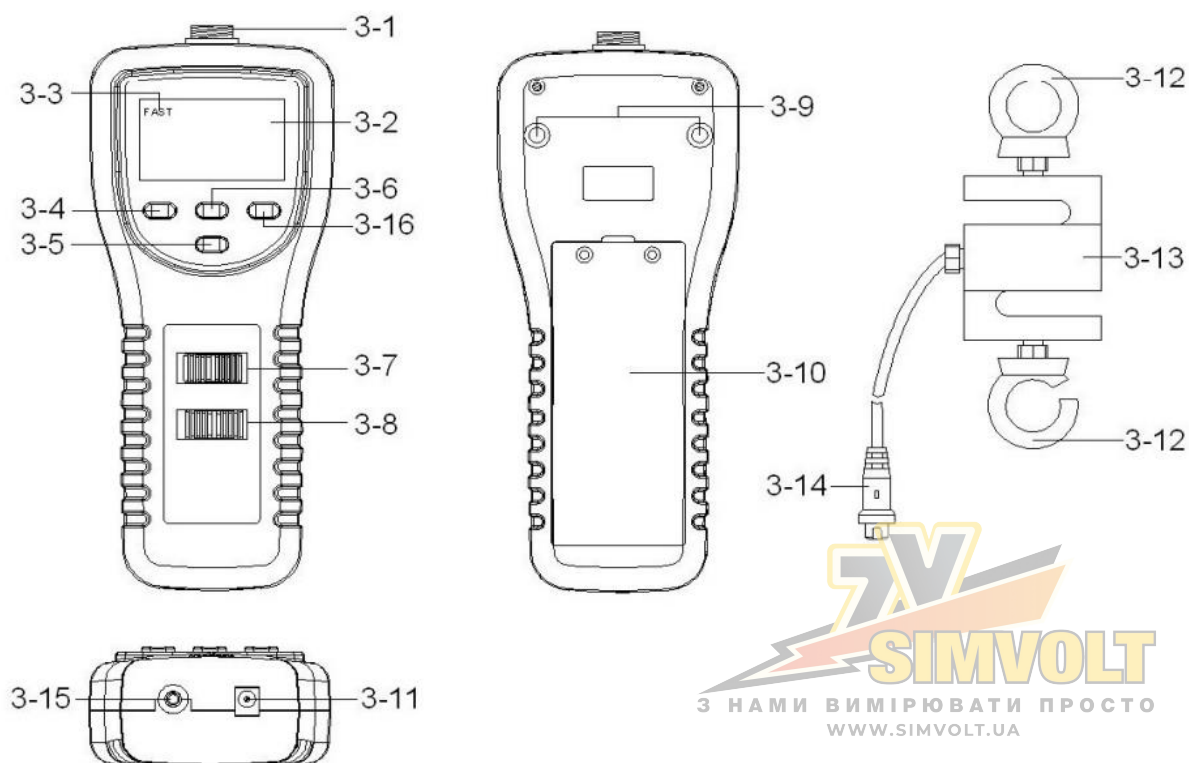

Рисунок 1
2. Під час вимірювання «Датчик» (3-13, рисунок 1) повинен знаходитися на одній лінії з об'єктом вимірювання.
3. Повертати корпус датчика заборонено. Деякі певні кути між «Датчиком» (3-13, рисунок 1) та об'єктом вимірювання заборонені.
1. Підключіть «Штекер датчика» (3-14) до «Роз'єму датчика» (3-1, рисунок 1). Пересуньте перемикач «Вимкнення/увімкнення живлення/ Peak Hold (утримання пікового значення)» (3-8, рисунок 1) у положення «Увімкнено».
2. Визначте одиницю вимірювання кг, фунт або Ньютон, вибравши «Перемикач одиниць вимірювання : кг / lb (фунти) / N (Ньютони)» (3-7, рисунок 1).
3. Підключіть «Датчик» (3-13, рисунок 1) до «Вимірювального об'єкта» за допомогою «Гачка датчика» (3-12, рисунок 1) по прямій лінії.
4. Виконайте «Налаштування нуля», натиснувши кнопку «Zero (Нуль)» (3-6, рисунок 1) перед кожним вимірюванням.
- Під час вимірювання, якщо ви бажаєте змінити напрямок відображення результатів вимірювання, просто натисніть кнопку «Зворотного відображення РК-дисплея» (3-5, рисунок 1) один раз.
- Існує два типи часу вибірки на дисплеї: FAST (ШВИДКО) та SLOW (ПОВІЛЬНО). Натисніть кнопку «FAST/SLOW (ШВИДКО/ПОВІЛЬНО)» один раз (3-4, рисунок 1). Якщо у верхньому лівому куті РК-дисплея відображається «FAST» (індикатор швидкого відображення, 3-3, рисунок 1), тоді показник на дисплеї відображається в режимі швидкого часу вибірки.
- Якщо у верхньому лівому куті РК-дисплея не відображається індикатор «FAST» (3-3, рисунок 1), то показник на дисплеї відображається в режимі повільного часу вибірки.
Вимірювач може вимірювати пікове значення сили як під час натягу, так і під час стиснення. Процедури вимірювання Peak Hold (утримання пікового значення) такі ж, як і в розділі «4-2 Звичайне вимірювання (Normal)», але слід пересунути перемикач «Вимкнення/увімкнення живлення/ Peak Hold (утримання пікового значення)» (3-8, рисунок 1) у положення «PEAK H». Пересунення перемикача «Вимкнення/увімкнення живлення/ Peak Hold (утримання пікового значення)» (3-8, рисунок 1) у положення «Увімкнено» скасує функцію утримання пікового значення.
Під час вимірювання натисніть і утримуйте (> 2 секунд) кнопку «» (3-16, рисунок 1), доки підсвічування РК-дисплея не увімкнеться, потім воно вимкнеться через деякий час.
2. Зніміть «Кришку батарейного відсіку» (3-10, рисунок 1) з приладу та вийміть батарейки.
Прилад має вихід RS232 для ПК через 3,5-мм роз'єм (3-15, рисунок 1).